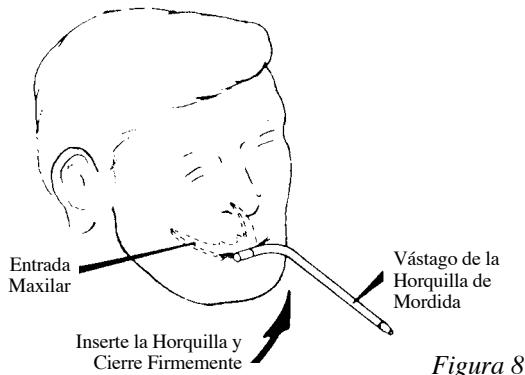

Figura 8
5. Asiente con precisión al paciente, la horquilla de mordida preparada, tal vez colocando dos rollos de algodón entre la superficie oclusal mandibular y la parte inferior de la horquilla, Figura 8. Aplique un “toque” de jalea de petróleo en el extremo del vástago de la horquilla.